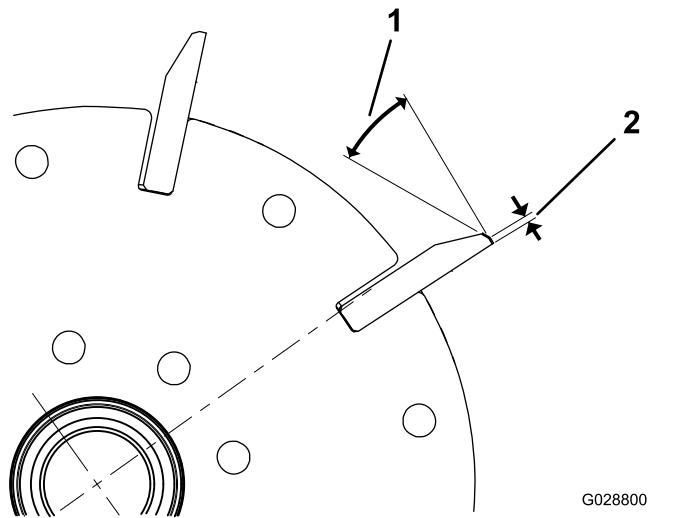

Figura 25
1. Applicate un'ulteriore rettifica di 30 gradi sulle lame del cilindro in modo da ottenere una larghezza di 1,3 mm (Figura 25).